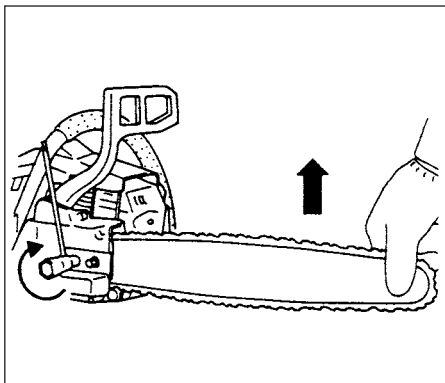

Fig.1-4
A TENSÃO CORRECTA DA CORRENTE É DE EXTREMA IMPORTÂNCIA! (Fig.1-4, 5)
6. Levante a ponta da barra e aperte de forma segura as porcas da barra com a chave universal. (Fig. 1-4)